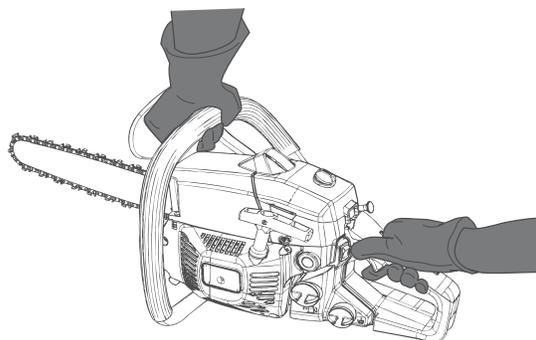

Fig. 24
1. Certifique-se de que o travão da corrente está desengatado. Desengate o travão da corrente puxando a proteção dianteira para a mão (9) para trás, em direção à pega dianteira (8).
2. Coloque o produto em qualquer superfície plana adequada, certifique-se de que a corrente (10) não está a tocar na superfície ou noutros objetos.
3. Agarre a pega dianteira (8) com a mão esquerda. O polegar e os dedos devem envolver a pega. Agarre a pega traseira (1) com a mão direita. O polegar e os dedos devem envolver a pega (Fig. 24).
4. Ligue o produto conforme descrito, prima o bloqueio do acelerador (2) e, em seguida, pressione totalmente o acionador do acelerador (3) com o dedo indicador e mantenha a posição.
5. Enquanto o motor estiver a funcionar, engate o travão da corrente deslocando a mão esquerda para a frente em direção à proteção dianteira para a mão (9). A corrente (10) deve parar imediatamente.
3. Puxe totalmente a alavanca do estrangulador (5). A alavanca do estrangulador (5) está na posição FECHADO (Fig. 24, passo 3).